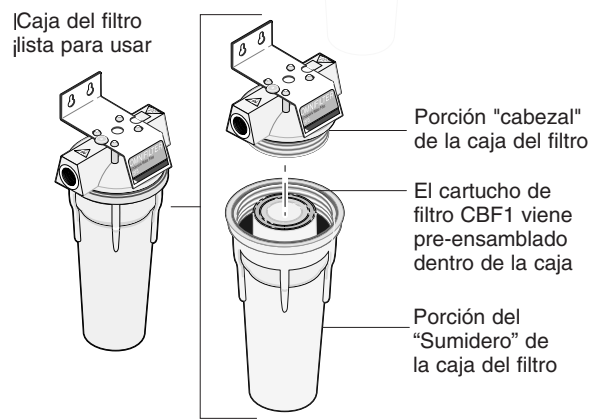

Figura 6
3. El cartucho del filtro viene armado en la caja del filtro. Consulte la Figura 6 con los componentes del cartucho del filtro.